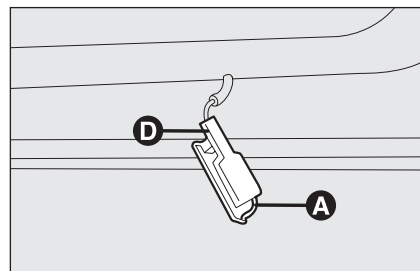

fig. 35
- enlever le plafonnier en poussant sur l'agrafe **A** - fig. 35 avec un tournevis ;
- remonter le plafonnier en l'engageant d'abord d'un côté **D** - **fig. 35** puis en poussant sur l'autre côté jusqu'à percevoir un déclic de blocage de l'agrafe.